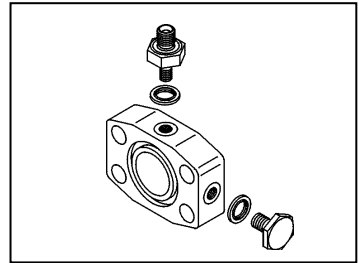

Figure 3
3. Monter 1/8" BSP - 1/4" BSP overgangsstykke og pakning til én af de to 1/8" BSP huller på flangen. Monter blændprop med pakning i det sidste 1/8" BSP hul (fig. 3).